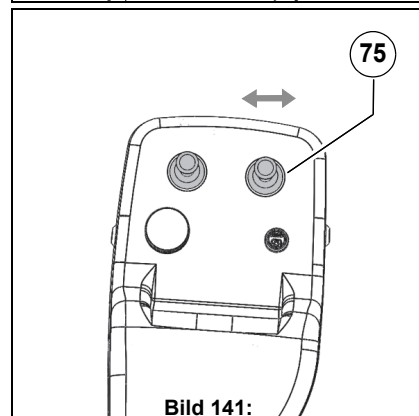

Bild 141:
- Tryck på knappen **Bild 141-C** och sväng samtidigt joystick **Bild 141-75** åt höger – den högra tallrikskvasten lutar neråt
- Tryck på knappen **Bild 141-C** och sväng samtidigt joystick **Bild 141-75** åt vänster – den högra tallrikskvasten svänger tillbaka till utgångsläget